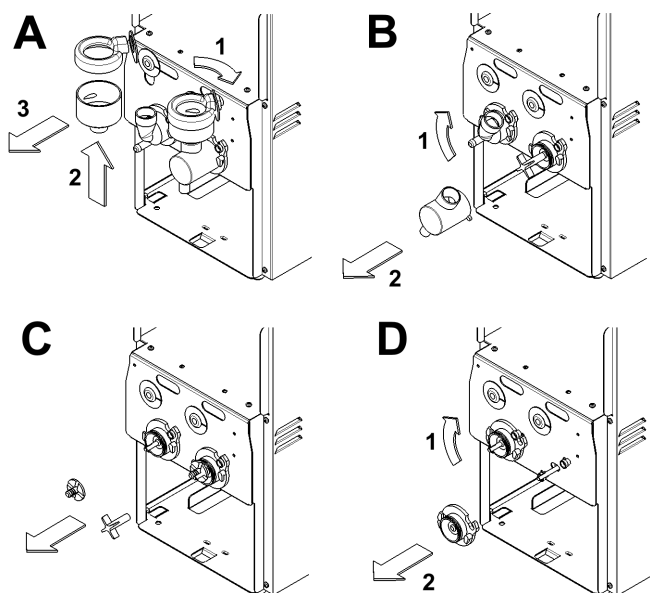

figura 6
- 5 Per smontare i miscelatori procedere come segue (vedere figura 6):